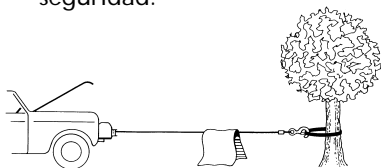

Figura 4
9. Es una buena idea poner una frazada pesada o una chamarra sobre el cable de alambre cerca del extremo del gancho cuando tire de una carga pesada (Figura 4). En el caso de que el cable de alambre falle, la tela actuará como atenuador para evitar que el cable de alambre latiguee. Levante la tapa del motor de su vehículo para aumentar la seguridad.